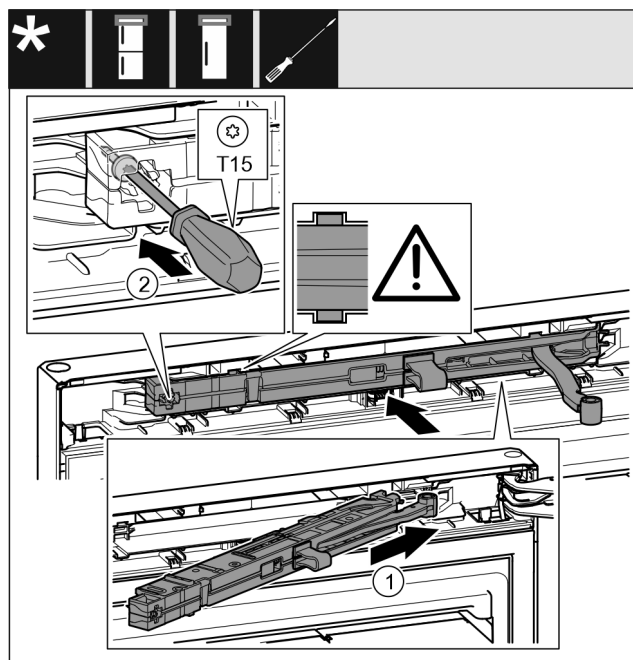

Fig. 23
- ▶ Skyv lukkedemperenheten på skrått inn i utsparingen på lagerbukksiden, til endepunktet. Fig. 23 (1)
- ▶ Skru fast skuren med en skrutrekker T15. Fig. 23 (2)